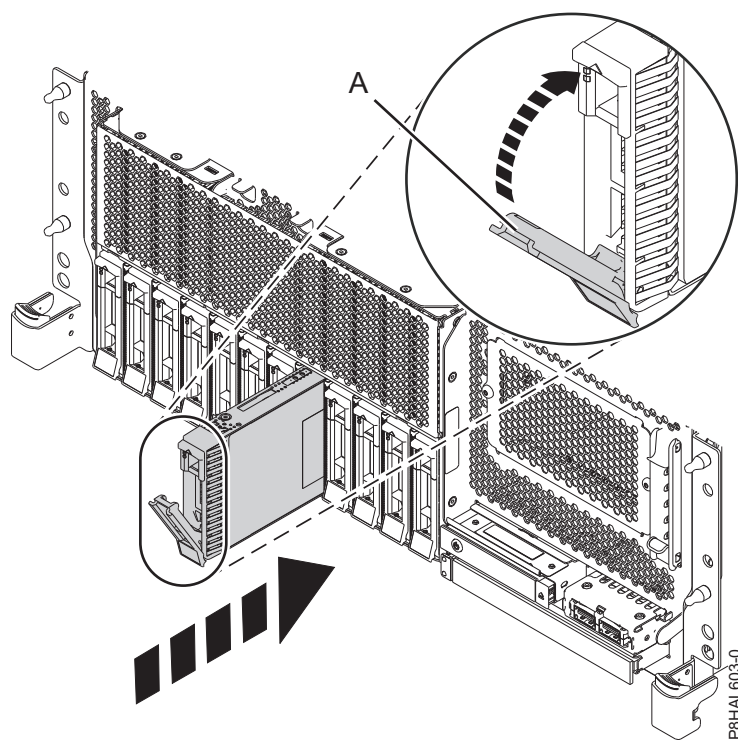

Figura 21. Instal·lació d'una unitat de disc en un sistema de funció bàsica muntat en bastidor
4. Desbloquegeu la nansa del compartiment d'unitats (**A**) prement-la i estirant-la cap a vosaltres. Si la nansa no s'estén del tot, la unitat no podrà lliscar en el sistema. Consulteu Figura 21 a la pàgina 28, Figura 22 a la pàgina 28, Figura 23 a la pàgina 29 i Figura 24 a la pàgina 30.
8. Quan el LED d'identificació es torni sòlid, moveu la unitat fins al fons del sistema i pressioneu la nansa de la portadora d'unitats (**A**) fins que quedi bloquejada, tal com es mostra a la figura següent. Figura 21 a la pàgina 28, Figura 22 a la pàgina 28, Figura 23 a la pàgina 29 i Figura 24 a la pàgina 30.